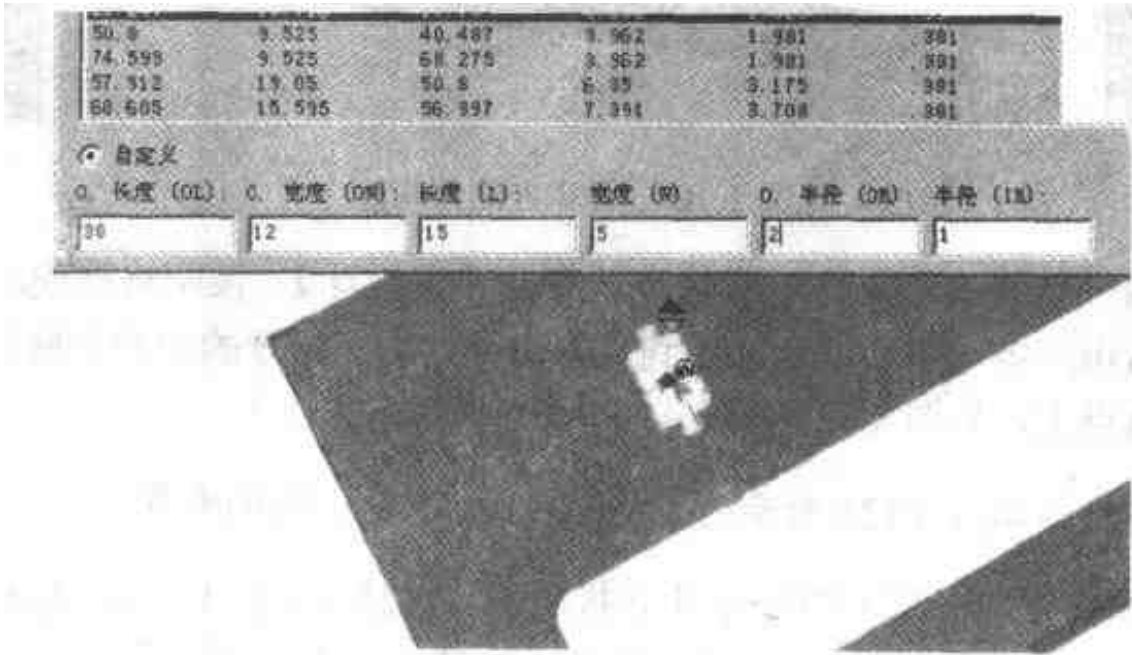

图 4.122 定义型孔参数
- (3) 将【钣金】设计元素库中的【圆角矩形孔】图素拖放到折弯板料的中点处，在左侧设计树中右击，然后选择【加工属性】命令，按照如图 4.122 所示修改其参数表，定位用的智能尺寸标注如图 4.122 所示。